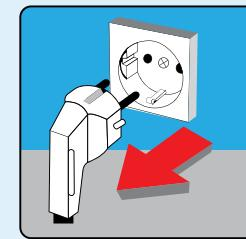

РИСУНОК 9
- Отключите устройство от сети (Рисунок 9)